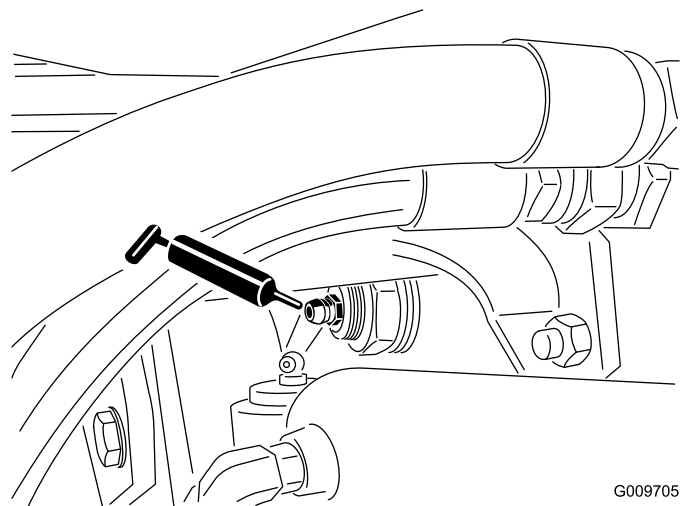

Figure 23
- Bagues de pivot de pont arrière (2) (Figure 23).